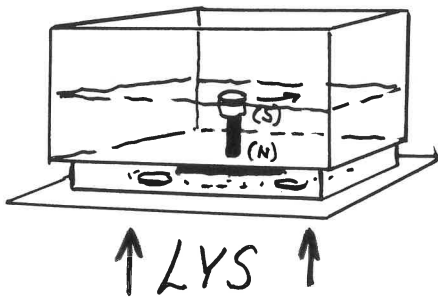

Fig. 3
3) Et kar med vand (f. eks. i 6–8 cm's højde) anbringes, så det hviler på kanterne af det første, og en kort magnet med en gennemhullet prop på sydpolen sættes ud at sejle i nærheden af den faste magnets nordpol (fig. 3).